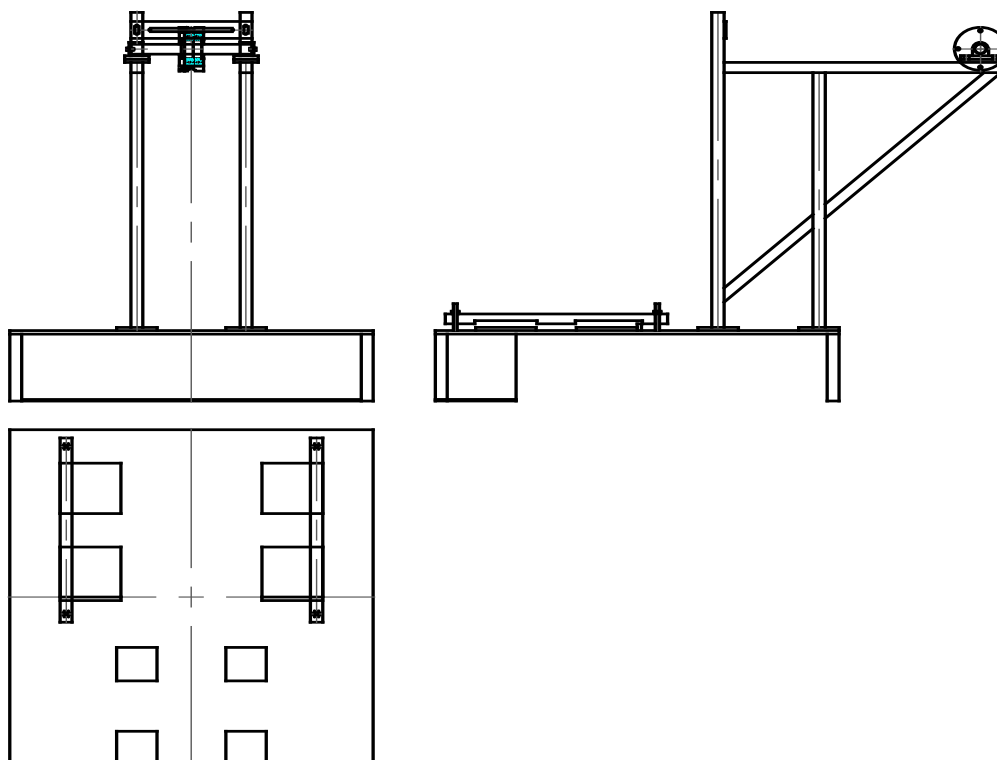
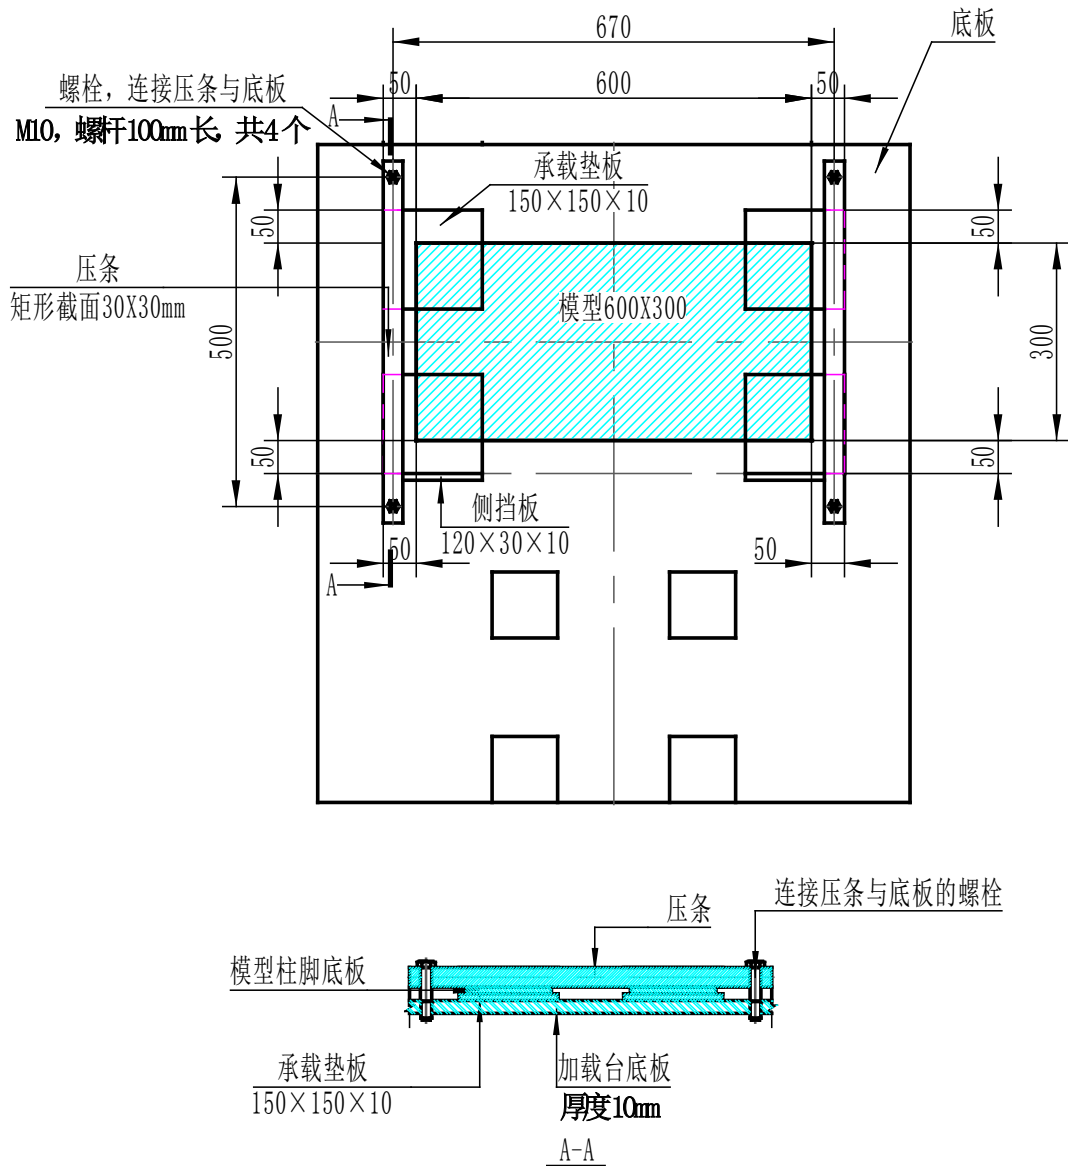

图 5
图 6
7、模型结构与加载装置底座采用压条锚固的形式进行连接，连接方式详见图 6。模型与加载装置连接的支座底板由参赛队伍自行设计制作并计入结构总重。
模型加载装置如图 5 所示。结构模型与加载台底板的连接方式如图 6 所示。模型支座底板属于设计范围，自行设计制作。